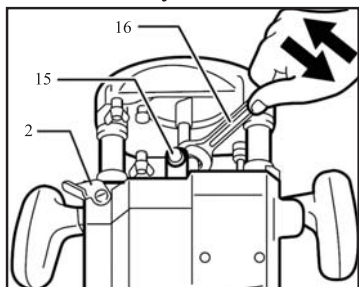

рис. 4
- вставьте фрезу в цангу. Надавите на фиксатор вала **15** (рис.4) и, удерживая вал в неподвижном состоянии, с помощью ключа **16** (рис.4), надёжно затяните гайку крепления фрезы.